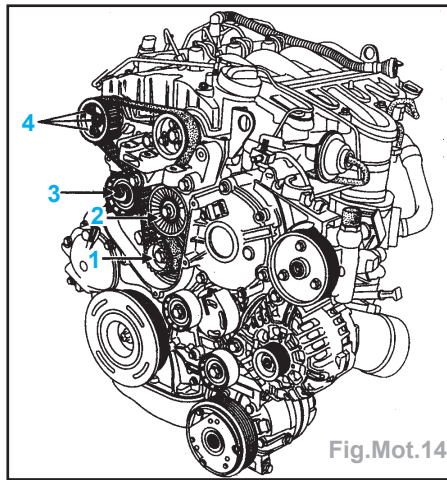

Fig.Mot.14
- Détendre la courroie de distribution en desserrant la vis (3) du galet tendeur (Fig.Mot.14).
- les trois vis (4), puis retirer le pignon d'ACT d'échappement (Fig.Mot.14),
- Mettre la courroie de distribution, en commençant par le pignon intermédiaire (1), le galet enrouleur (2), le pignon de l'ACT d'admission (tout en essayant de garder les vis au centre des lumières du pignon), le galet tendeur (3) (Fig.Mot. 14).